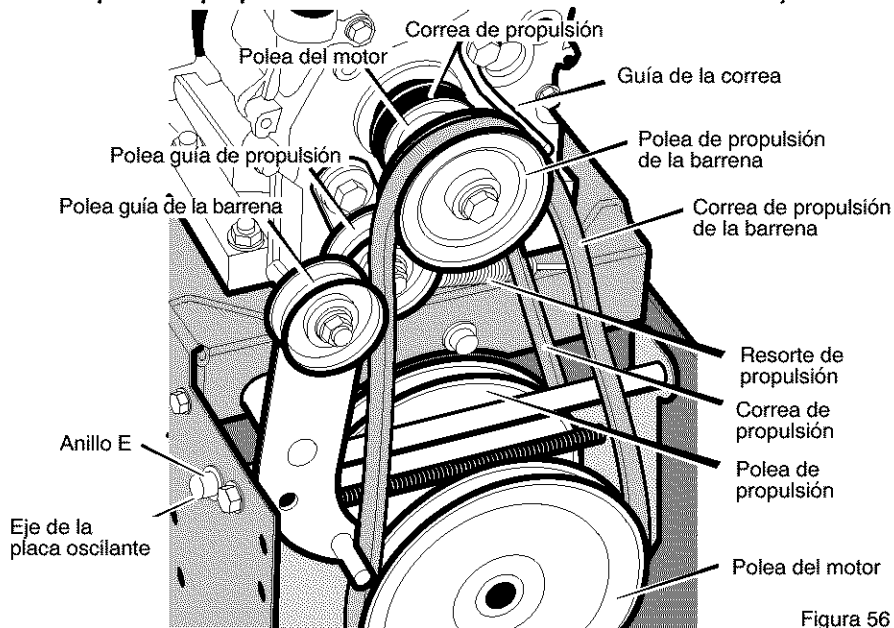

Figura 56
3. Afloje la tuerca de la polea guía de la barrena y mueva esta última hacia la correa un octavo de pulgada aproximadamente (3 mm) (Figura 56).
- Aflove la **guía de la correa**. Separe la **guía de la polea de propulsión de la barra** (Figura 56).
3. Quite el **anillo E** de uno de los extremos del **eje de la placa oscilante**. Quite este **eje** para que la placa oscilante gire hacia adelante (Figura 56).